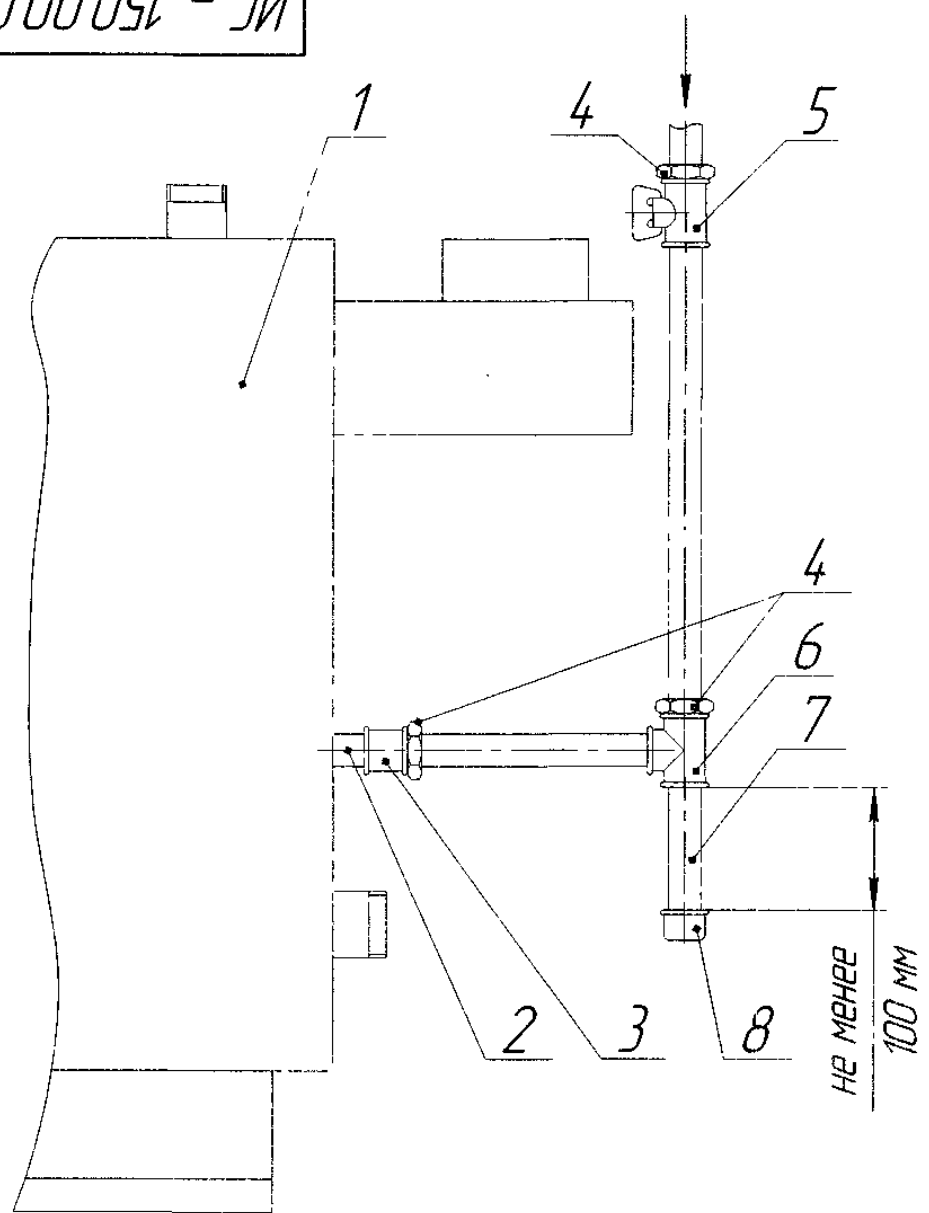

Рис. 9. Схема подсоединения котла к газопроводу.
5.7. На газоподводящей трубе перед котлом обязательно должен быть установлен газовый кран, перекрывающий доступ газа к котлу /см. рис. 9/.
5.8. Рекомендуется на входе газопровода в котел устроить ловушку-отстойник /см. рис. 9/.
2. На входе в котел /клапан/ обязательно нужно устроить конденсатную ловушку /см. рис. 9 /.